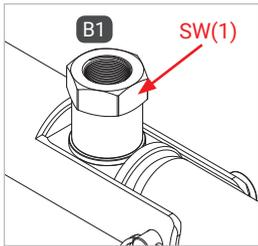

Abbildung 1
- ▶ Halten Sie beim Montieren der Medienleitung an der Schlüssel­fläche SW(1) (*Abbildung 1*) mit einem Gabel­schlüssel gegen.
- ▶ Verschrauben Sie die Betriebsmedienzuleitung „B1“ druck­dicht mit dem Anschluss der Medienleitung (*Abbildung 1*). Anzugsdrehmoment $10 \text{ Nm} \pm 2 \text{ Nm}$ (G1/8" IG).